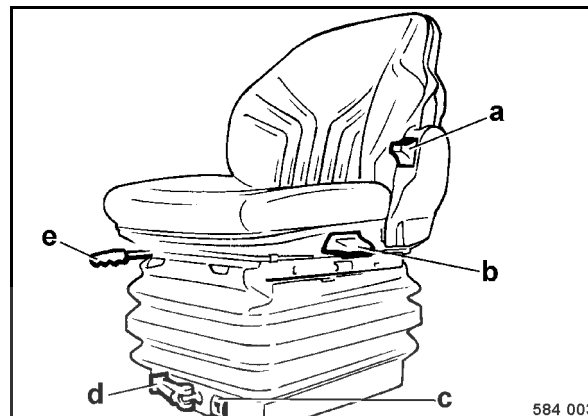

Fig. 70
- Tirer la manette e (Fig. 70) vers le haut et coulisser le siège vers l'avant ou l'arrière pour le régler dans la position désirée.